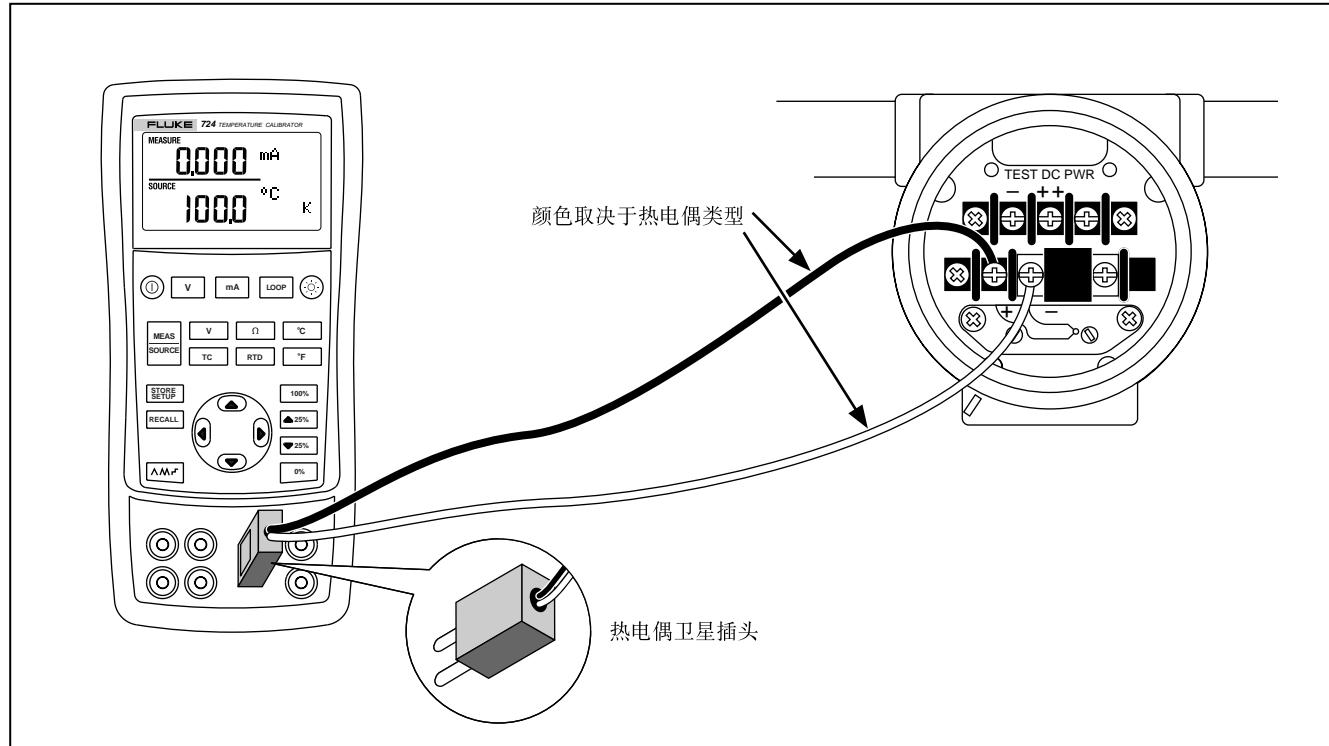

图 13. 模拟热电偶的连接图
1. 如图 13 所示，把热电偶线接到适当的热电偶小插头上，然后把小插头插到校准仪的 TC 输入/输出插孔上。